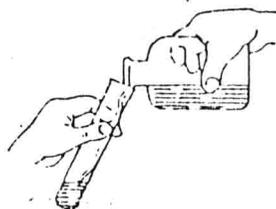
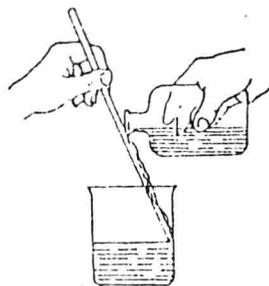

图 12 往试管中倒液体试剂
图 13 往烧杯中倒液体试剂
(1)从平顶塞试剂瓶中取用试剂的方法是:先取下瓶塞,将瓶塞仰放在实验台上,用左手拿住容器(试管、量筒等);右手握住试剂瓶,让试剂瓶的标签贴着手心,倒出所需量的试剂(见图 12),然后缓慢竖起试剂瓶,避免液滴沿瓶外壁流下。将液体从试剂瓶里倒入烧杯时,用右手握瓶,左手拿玻璃棒,使棒的下端斜放在烧杯内,同时将瓶口靠在玻璃棒上使液体沿着玻璃棒下流(图 13)。倒好后,立即将瓶塞塞好,试剂瓶放回原处,瓶上标签朝外。